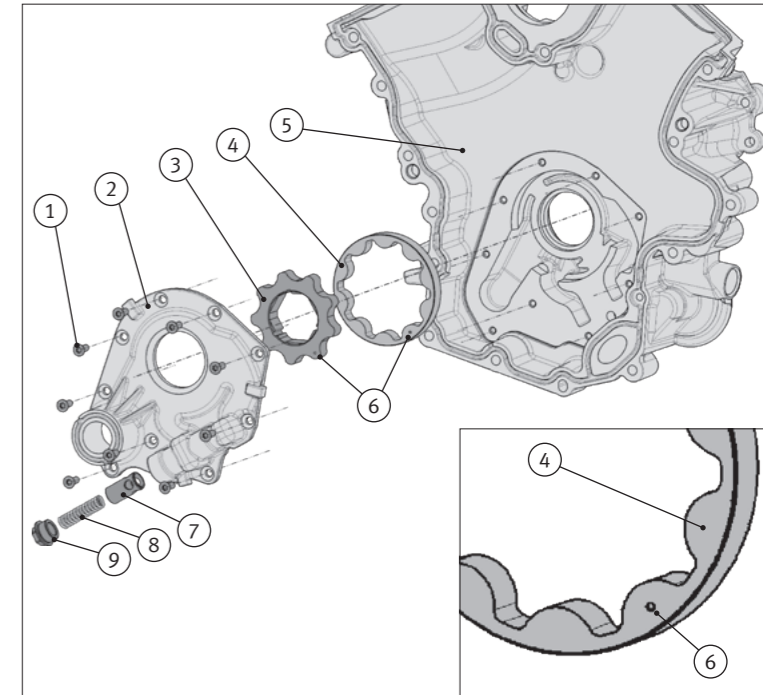

Abb. 1/ Fig. 1/ Puc. 1/ 图1
- Insert the spring (8) and valve body (7) – with the holes first – into the valve chamber of the new pump cover (2).
- Coat the thread of the end cap (9) with Loctite 574 (not included in the scope of supply) and tighten. Tightening torque: 22 ± 2 Nm
- Insert the internal rotor (3) and outer rotor (4) into the end cover (5) so that the markings are visible on the rotors in the form of a notch (6) (Fig. 1).
- Introduire le ressort (8) et le corps de soupape (7) – les alésages vers l'avant – dans le boîtier pour soupape du nouveau couvercle de pompe (2).
- Enduire le filet de l'obturateur (9) de Loctite 574 (non fournie), puis serrer à fond. Couple de serrage : 22 ± 2 Nm
- Insérer les rotors intérieur (3) et extérieur (4) dans la plaque frontale (5) de manière que les repères rainurés (6) des rotors soient visibles (Fig. 1).